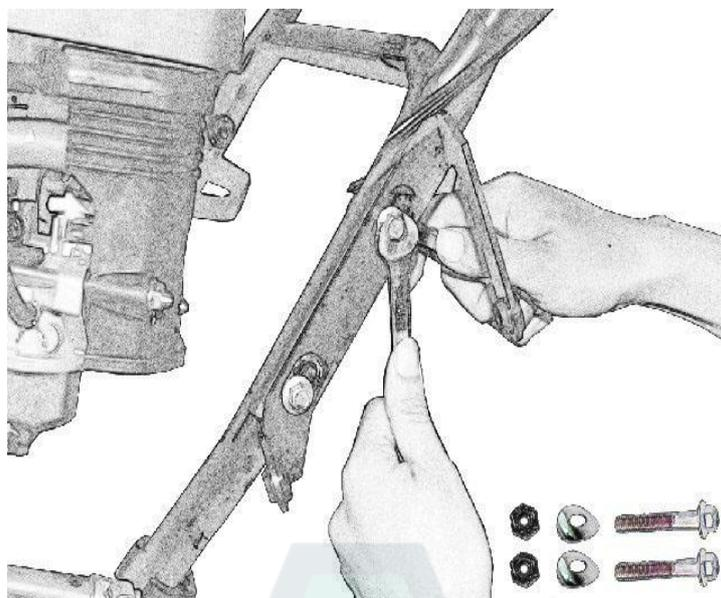

Рис.3
Используя фланцевый винт М8 х 45 (4), тарельчатые шайбы (5) и стопорные гайки (6), по две на каждую, установите опору коромысла разгрузочного желоба (7) на кронштейн рычага, совместив её с двумя монтажными отверстиями слева (см. рис. 3)